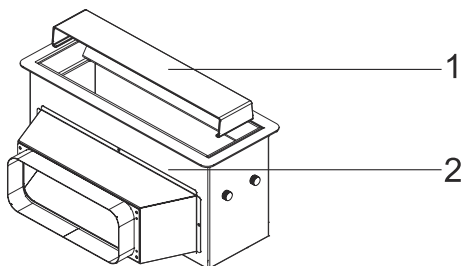

Fig. 6: Avmontering av kantsugplatta
1. ➡ Ta bort kantsugplattan/glaslet vid luftintaget (Fig. 6).